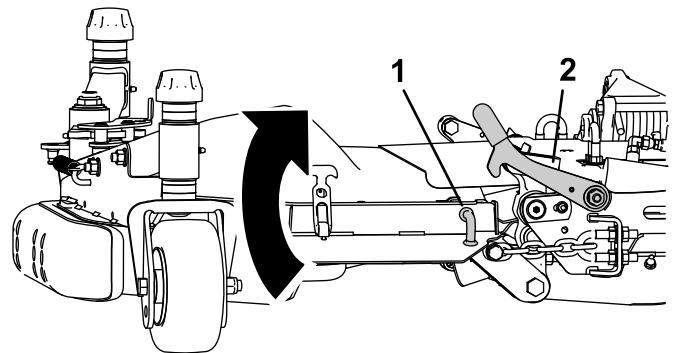

Figure 7
- Levez le plateau latéral et accrochez la goupille de verrouillage à la poignée de verrouillage (Figure 7).